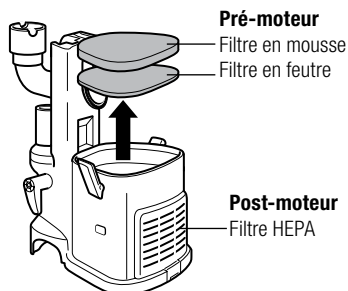

Fig. 20
- 2 Retirez les 2 filtres du dessus de la base du moteur. **(Fig. 20)**